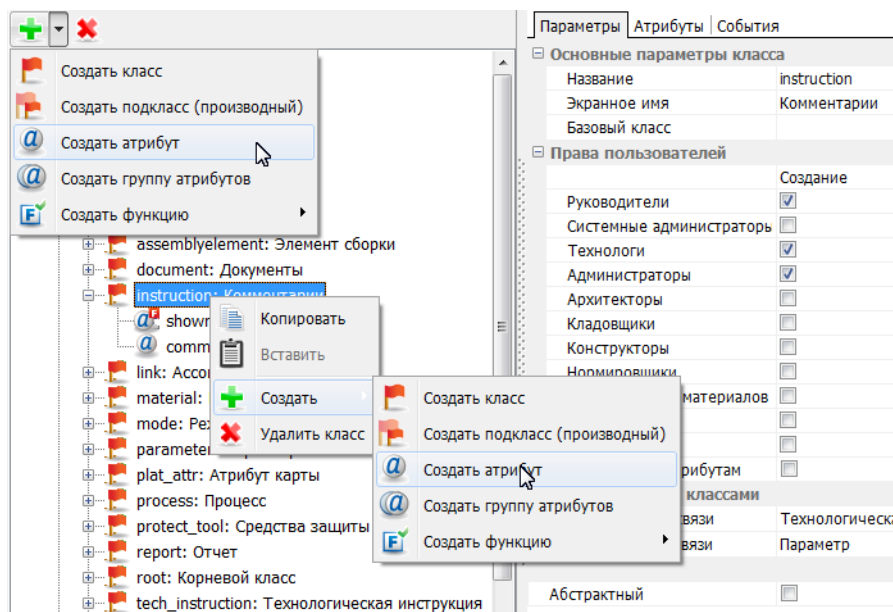

Рис. 10.11. Создание нового атрибута для класса (подкласса)
- нажмите на панели инструментов дерева модели кнопку **Создать атрибут** или вызовите команду из контекстного меню правой кнопки мыши (Рис. 10.11);